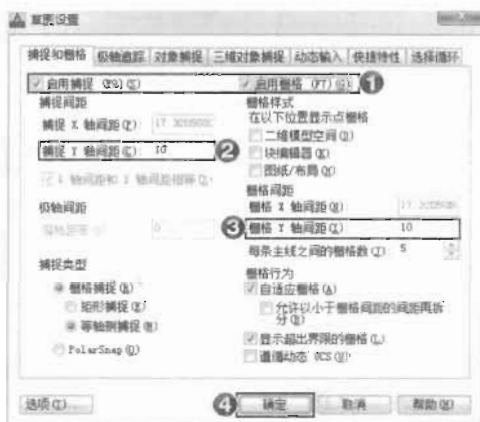

图 11-24
(1) 启动 AutoCAD, 新建一个 dwg 文件, 并将图限设置为 210mm×148mm, 然后把图限放大至全屏显示。
(2) 执行“工具>草图设置”菜单命令, 系统弹出“草图设置”对话框, 具体参数设置如图 11-24 所示。